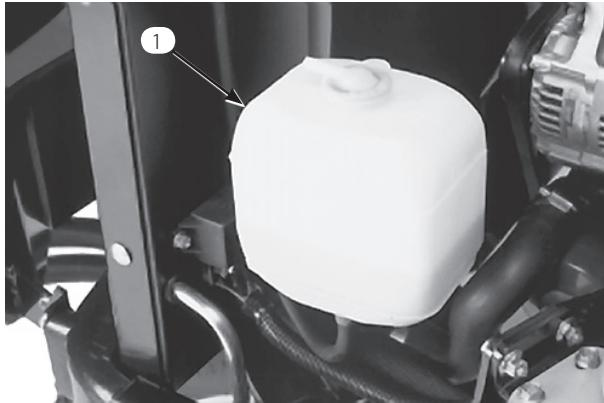

図 19
1. 補助タンクの冷却水量を点検する(図19)。エンジンが冷えた状態で、タンク側面についている2本の線の間にあれば適切である。